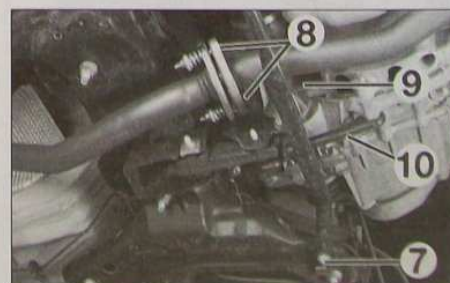

FIG. 18
- Déposer les écrous (8) du raccord d'échappement.
- Déposer la vis (9) de l'échappement sur le moteur.
- Déposer la bielle anti-bascullement (10) (Fig.18).